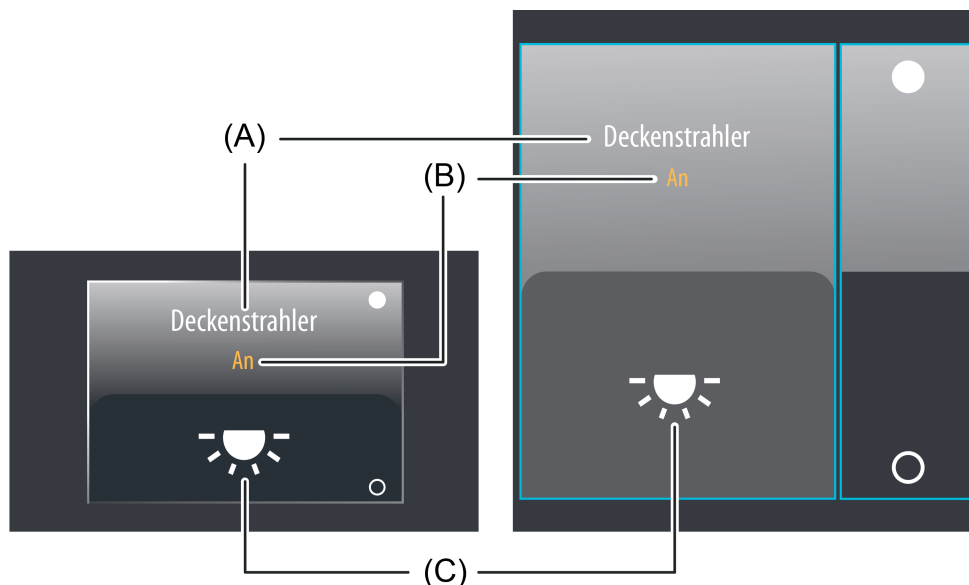

Bild 23: Beispiel für Bedien- und Anzeigeelement der Funktion "Schalten"
Der Anzeigebereich enthält verschiedene Darstellungselemente (Bild 23), die durch Parameter beeinflusst werden. Jeder KNX Funktion kann in der Konfigurationssoftware eine Bezeichnung vergeben werden (A). Diese Text-Bezeichnung wird im Anzeigeelement zentriert zur Anzeige gebracht, wodurch steuerbare KNX Funktionen für den Anwender kenntlich gemacht werden (z. B. "Deckenstrahler"). Zusätzlich kann unterhalb der Bezeichnung ein Statustext (B) eingeblendet werden, der abhängig vom Objektwert der Schaltstatus-Rückmeldung ("0" / "1") unterschiedliche Texte im Display visualisiert (z. B. "Aus" / "Ein" oder "Abwesend" / "Anwesend"). Solange nach einem Gerätereset noch kein Rückmeldungs-Objektwert empfangen oder vorgegeben wurde, zeigt der Statustext "---" an.